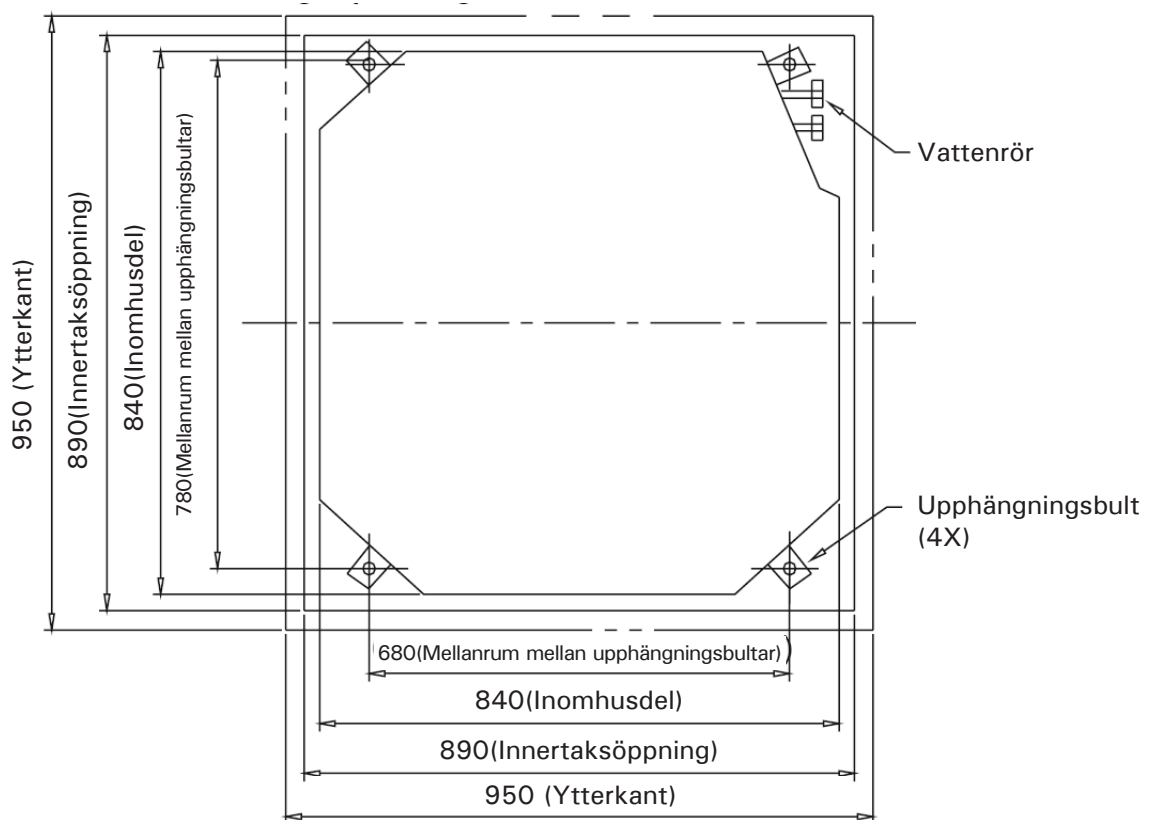

Fig.6
7.3 Dimensioner för taköppning och upphängningsbult (se Fig.6)